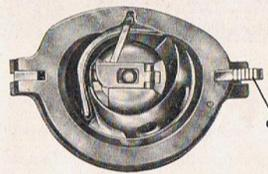

Abb. 50: Greiferbahn
3. Die Greiferbahn (Abb. 50 und 52) – dafür das Oberteil der Maschine nach hinten kippen und die Nadelstange auf den höchsten Stand bringen. Den in Abb. 50 mit a bezeichneten Hebel nach rechts drücken, wodurch der Greiferbahnring aufspringt. Durch Ziehen am Zapfen des Greifers läßt sich dieser leicht herausnehmen. Greiferbahn, Greiferbahnring und Greifer können nun mit einem weichen Lappen und einem Pinsel gereinigt werden. Zum Entfernen von Schmutzteilen aus dem Einstich hinter der Greiferbahn eignet sich am besten ein angespitztes Holzstäbchen. Die **Greiferbahn wird nicht geölt**, sondern von Zeit zu Zeit mit Petroleum eingerieben.